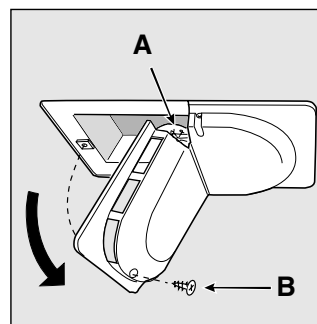

Fig. 8
- Comment changer l'ampoule à l'intérieur. Pour remplacer la lampe d'éclairage du compartiment réfrigérateur, débranchez l'appareil du réseau d'alimentation et remplacez l'ampoule grillée par une autre ampoule de même puissance, en aucun cas supérieure à 15 W. Pour accéder à la lampe "A", dévisser la vis centrale de fixation "B" située à l'arrière du carter de la lampe, comme indiqué à la Fig. 8.